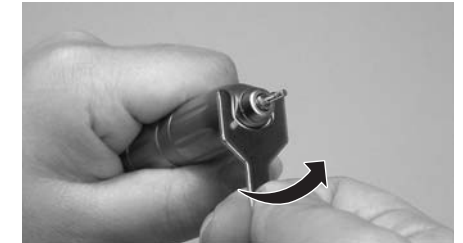

Fig.10
- 1) Posizionare la chiave per cartuccia fornita in dotazione sulla parte piatta della punta del manipolo. Ruotare quindi la chiave per cartuccia come illustrato dalla Fig. 10 e, dopo averla allentata la punta, ruotarla con le dita per rimuoverla dal manipolo.